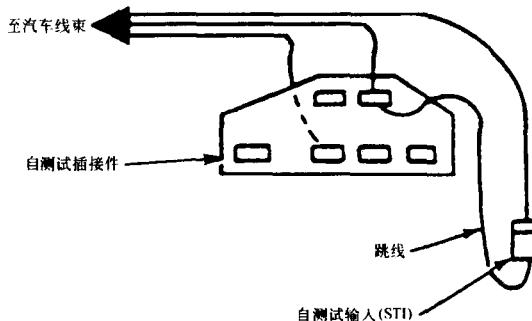

图 1-10 检查发动机提示灯复位用的跳线连接
1) 让点火开关在 OFF 位置，在自测试和自测试输入(STI)插接件之间接一跳线，见图 1-10。航空之星(Aerostar)车，自测试和 STI 插接件是灰色的，位于左侧翼子板挡泥板上，靠近发动机电控单元(EEC)继电器处。烈马(Bronco)和 F 系列车，自测试和 STI 插接件位于 EEC 系统活性炭罐的附近。烈马 II(Bronco II)、探险家(Explorer)和徘徊者(Ranger)，自测试和 STI 插接件是红色的，位于右侧翼子板挡泥板上，靠近发动机电控单元继电器处。对于 E 系列车，自测试和 STI 接头位于右侧翼子板挡泥板上，MAP(进气歧管绝对压力)传感器和起动机继电器的附近。